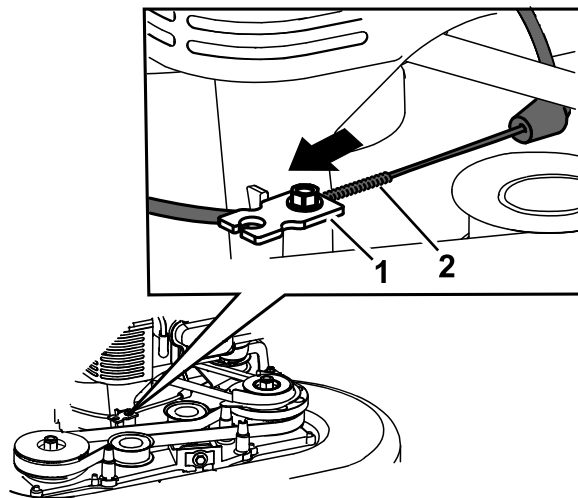

Bild 43
6. Ziehen Sie am Kabelmantel, um das Spiel zu entfernen (**Bild 43**).